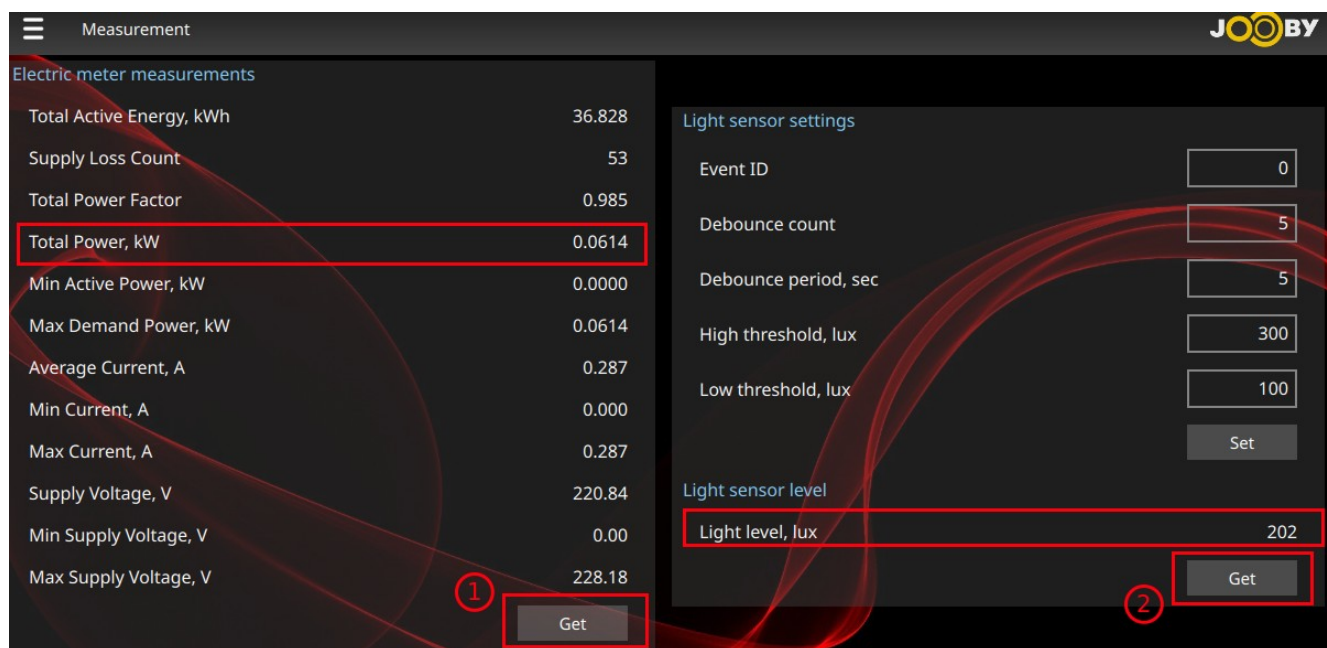

Рисунок 5
- ✓ кнопкой **Get** вычитать информацию с устройства (рисунок 5 — действие 1)
- ✓ кнопкой **Get** вычитать информацию с устройства (рисунок 5 — действие 2)